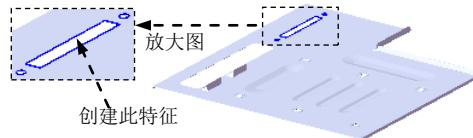

图 17.10.101 创建切除—拉伸 5
Step30. 创建图 17.10.101 所示的切除—拉伸 5。